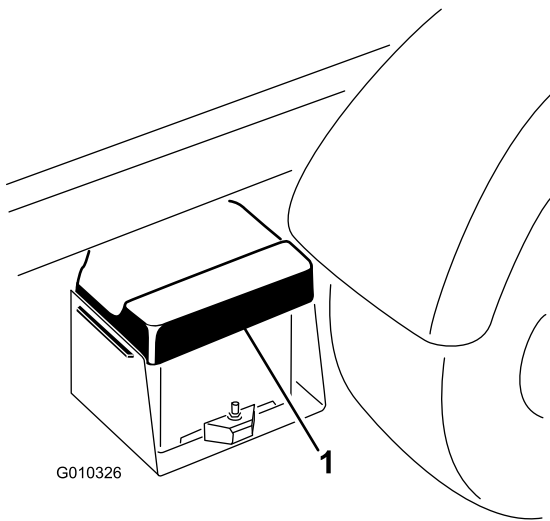

Bild 3
- A. Drücken Sie die Batterieabdeckung zusammen, um die Laschen aus dem Unterteil zu lösen (Bild 3).
- B. Nehmen Sie die Batterieabdeckung vom Unterteil ab (Bild 3).